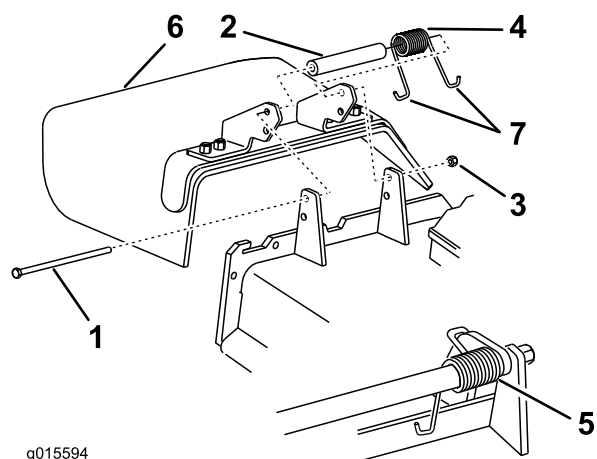

Figura 84
1. Retire la contratuerca, el perno, el muelle y el espaciador que sujetan el deflector a los soportes de pivote (Figura 84). Retire el deflector de hierba dañado o desgastado.
Nota: Asegúrese de colocar un extremo en **J** del muelle detrás del reborde de la carcasa antes de instalar el perno, según se muestra en Figura 84.
- Instale el perno y la tuerca. Coloque un extremo en **J** del muelle alrededor del deflector de hierba (Figura 84).